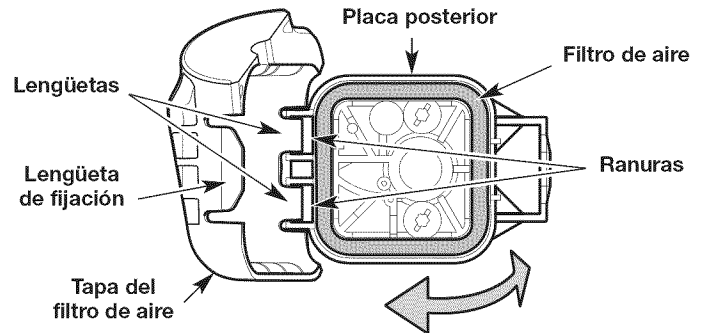

Fig. 7
1. Abra la cubierta del filtro de aire: oprima la lengüeta de fijación y gire la cubierta del filtro de aire hacia la izquierda (Fig. 7).
2. Extraiga el filtro de aire (Fig. 7).
6. Vuelva a instalar el filtro de aire (Fig. 7).
7. Cierre la cubierta del filtro de aire: inserte las lengüetas de la cubierta del filtro de aire en las ranuras de la placa posterior. Gire la cubierta del filtro de aire hacia la derecha y oprímala para cerrarla hasta que la lengüeta de fijación calza a presión en su lugar (Fig. 7).